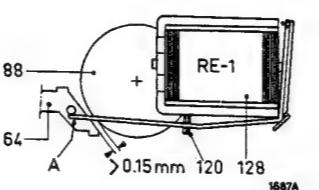

Fig. 14
- . Lorsque l'étrier du relais n'est pas excité, la distance entre l'étrier 64 et le plateau à bobine 88 doit être d'au moins 0,15 mm (voir fig. 14). Régler en recourbant la languette A de l'étrier du relais.